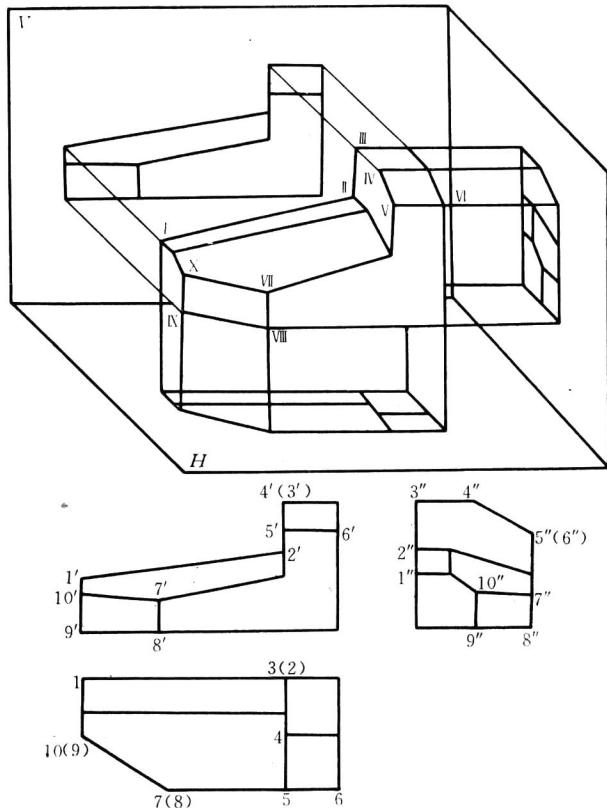

图 1-5 直线在三投影面中的投影
1) 直线在三投影面中的投影 直线在三投影面中的投影如图 1-5 所示。
①一般位置直线 如Ⅶ X 直线。投影特性是：在三个投影面上的投影均为倾斜的线，且线长小于实长。
②投影面平行线 分三种：正平线，如 I II 直线；水平线，